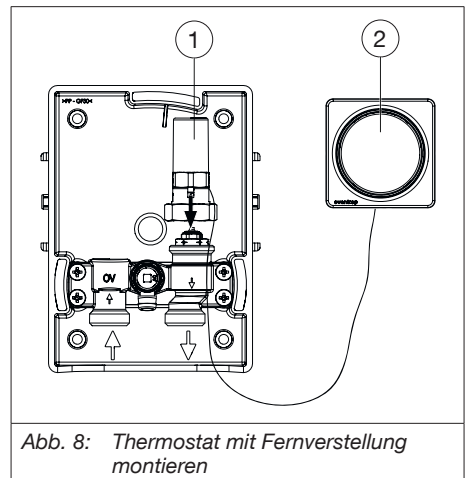

Abb. 8: Thermostat mit Fernverstellung montieren
3. Schrauben Sie den Stellkolben (siehe Abb. 8 auf Seite 11 (1)) auf das Ventil. Führen Sie das Kapillarrohr nach unten.